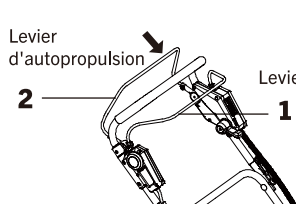

FIG. 11
6. Appuyez et maintenez enfoncé (1). Vous pouvez avancer à une vitesse constante, mais vous ne pouvez pas reculer (Fig. 11).
1. Pour contrôler la fonction d'autopropulsion, enfoncez le levier de démarrage vers le bas (1) jusqu'à la poignée et tirez le levier d'autopropulsion (2) vers la poignée. (Fig. 11)
2. Pour arrêter le mouvement vers l'avant sans arrêter le moteur, relâchez la barre d'autopropulsion (2). Maintenez le levier de démarrage (1) contre la poignée pour continuer à tondre sans fonction d'autopropulsion. (Fig. 11)